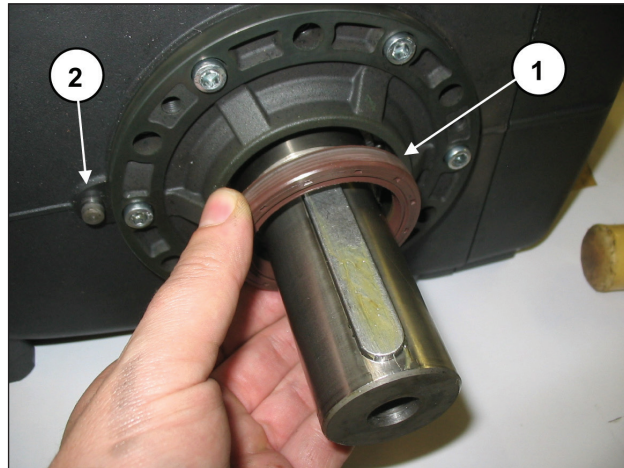

Abb. 33
Für die Änderung der Version und den Einbau des Getriebeaggregats in nicht vorgesehenen Baupositionen müssen Sie den Ölabstreifring der Welle abnehmen (Abb. 33, Pos. ①) und den Bezugsstift (Ø8) des Getriebegehäuses in das Gehäuse einsetzen (Abb. 33, Pos. ②).
Verfahren Sie dann gemäß den Schritten in Abschn. 2.1.4. Führen Sie bei Änderung der Version durch Abnahme des Getriebeaggregats von der vorgesehenen Bauposition den Ölabstreifring der Welle in seinen Sitz am Seitendeckel ein und verwenden Sie hierzu das Werkzeug Art. 27904800 (Abb. 33, Pos. ①).